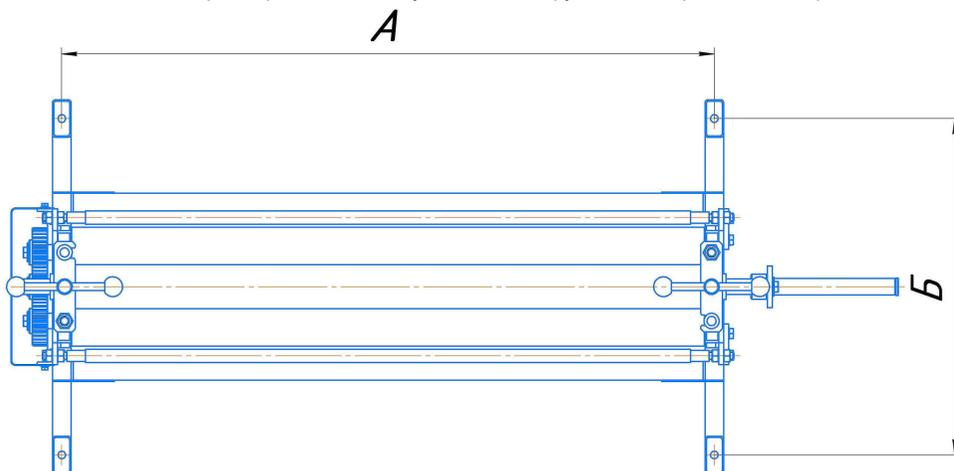

Рис.3
4.3.2. Установочные размеры станка для установки на фундамент, приведены на рис.3